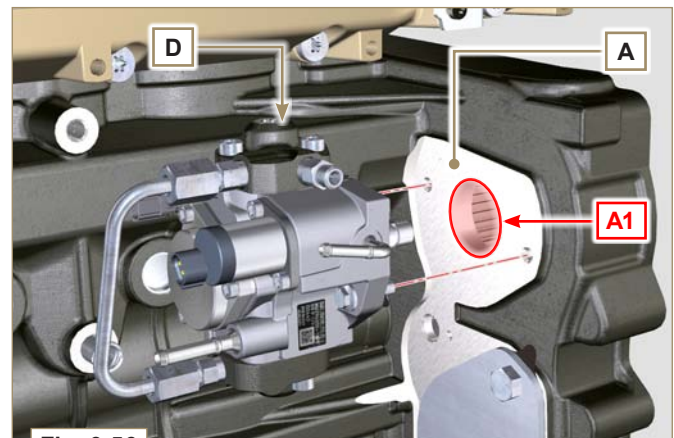

Fig. 9.56
- 1 - Überprüfen, dass die Fläche **A** einwandfrei sauber ist (**Fig. 9.56**).
- 2 - Die neue Dichtung **B** auf der Einspritzpumpe **D** montieren (**Fig. 9.56**).
- 3 - Die Pumpe **D** in der Aufnahme **A1** gemeinsam mit der Dichtung **B** mit Hilfe der Schrauben **C** befestigen (**Fig. 9.56** - Anziehmoment **25 Nm**).